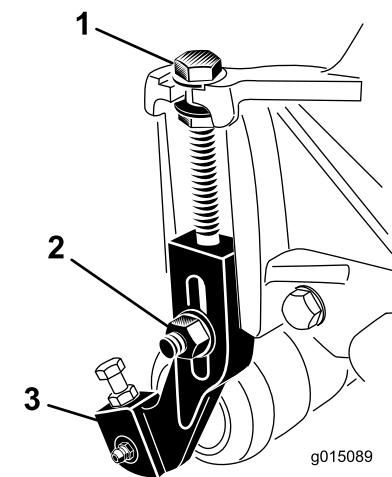

Figure 17
- Desserrez les contre-écrous qui fixent les supports de hauteur de coupe aux plaques latérales du plateau de coupe (Figure 17).